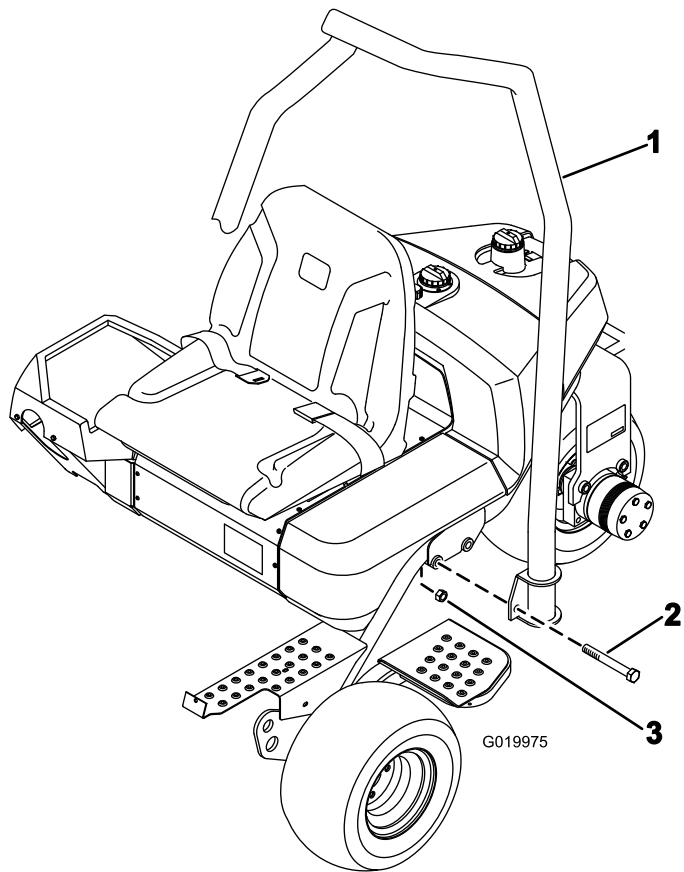

Figura 4
1. Coloque a barra de segurança de forma a que a parte superior do tubo fique curvada em direção à parte da frente da máquina (Figura 4).
2. Baixe a barra de segurança para a estrutura, alinhando-a com os furos de montagem (Figura 4).
3. Prenda cada lado da barra de segurança na estrutura com 2 parafusos (5/8 x 4½ pol.) e porcas de bloqueio como se mostra na Figura 4.